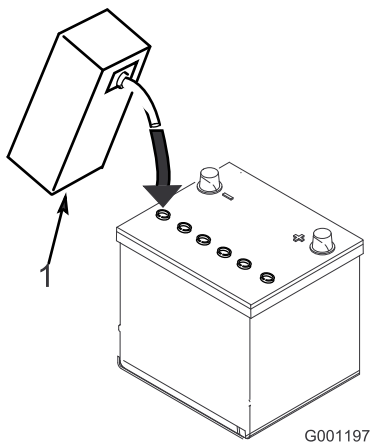

Figure 5
3. Versez de l'électrolyte avec précaution dans chaque élément jusqu'à ce que les plaques soient recouvertes d'environ 6 mm de liquide (Figure 5).
4. Attendez environ 20 à 30 minutes pour donner le temps aux plaques de s'imprégner d'électrolyte. Faites l'appoint au besoin pour faire monter le niveau de liquide à environ 6 mm en dessous du creux de remplissage (Figure 5).